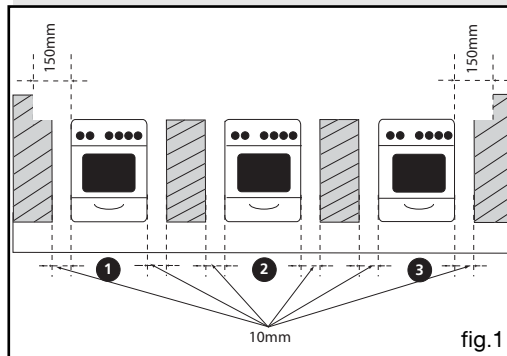

fig.1
- Les échauffements produits par son fonctionnement classent cette cuisinière en classe 1 (appareil isolé) ou en classe 2 - sous classe 1 (incorporable ou non incorporable, fig.1), selon norme gaz : EN 30-1-1.
Vous devez respecter les cotes d'encastrement suivantes (fig.1 et 2):